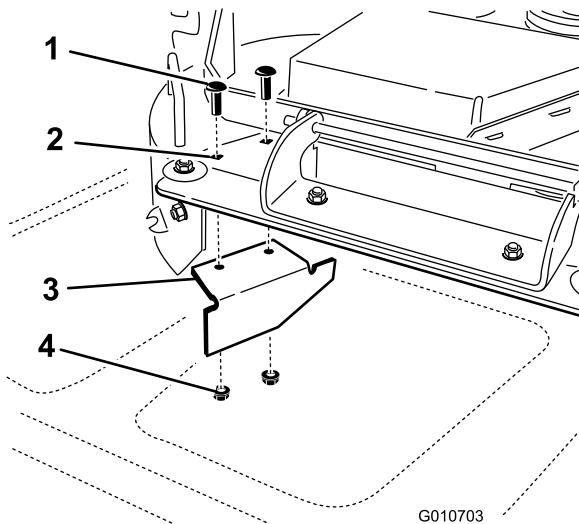

Bild 36
14. Sie finden das Versatzablenkblech in den losen Teilen. Entfernen Sie die Befestigungen an den hinteren Löchern der Auswurfplatte. Befestigen Sie das Ablenkblech an der Seitenauswurföffnung am Mähwerk (Bild 36).